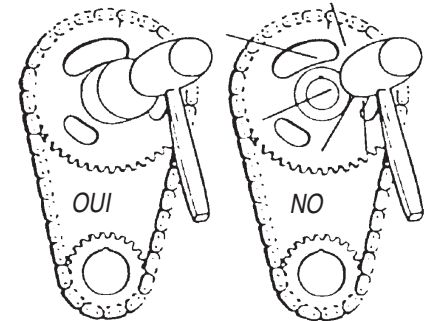

Figure 1 - Utilisez une gaine pour installer les pignons à emmanchement à force
- UTILISEZ UNE GAINÉ pour les installations qui exigent l'usage d'un marteau (voir Fig.1). Un poinçon à mandrin en laiton peut être utilisé si vous alternez avec précaution les coups de chaque côté du pignon pour éviter d'armer.